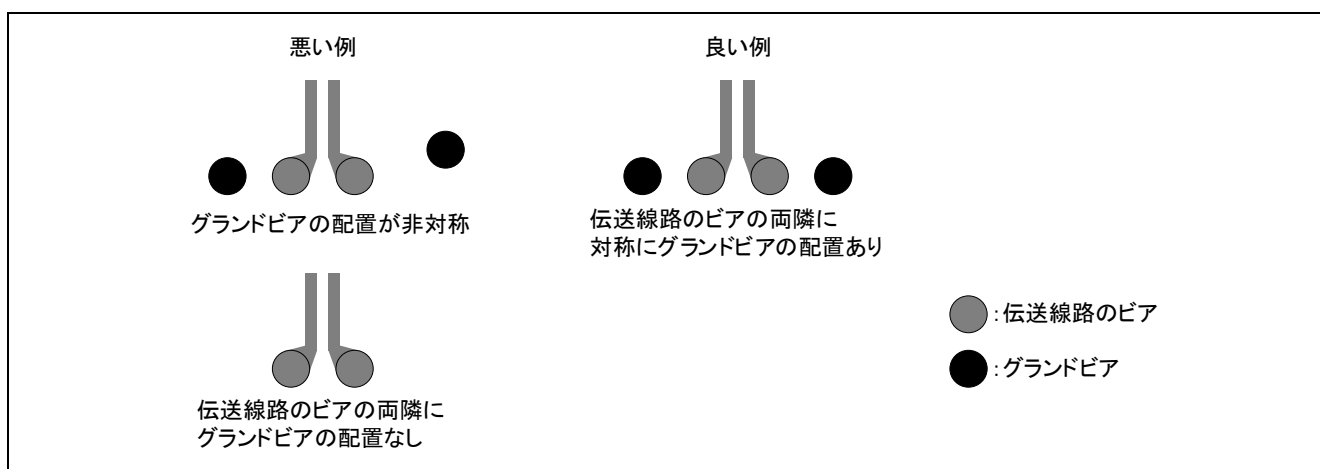

図 2.2 グラウンドビア配置例
- 伝送線路の両隣には、対称にグランドビアを配置してください。図 2.2 にグランドビア配置の例を示します。